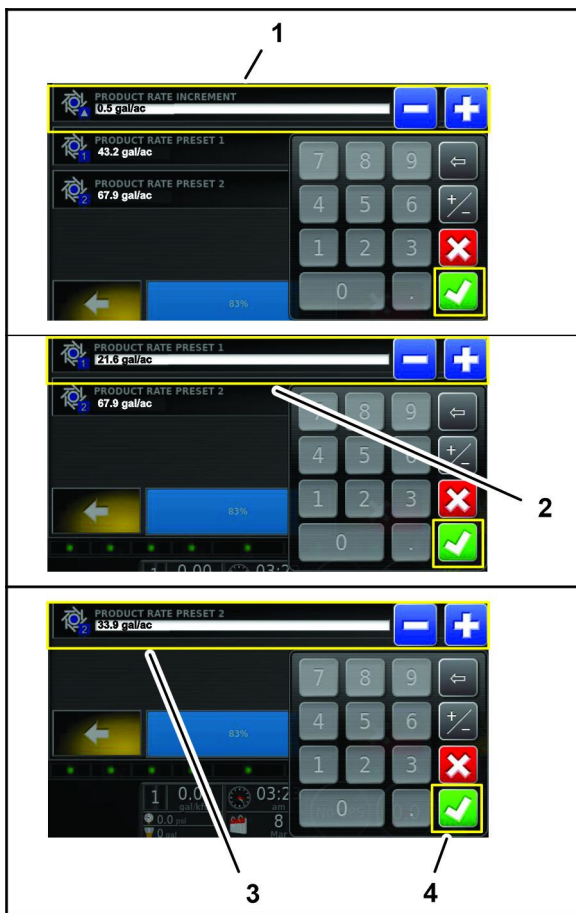

Figura 120
10. Utilice el teclado en pantalla para escribir un caudal de aumento o reducción de los caudales de aplicación preestablecidos 1 y 2, y pulse el icono Confirmar (Figura 120).